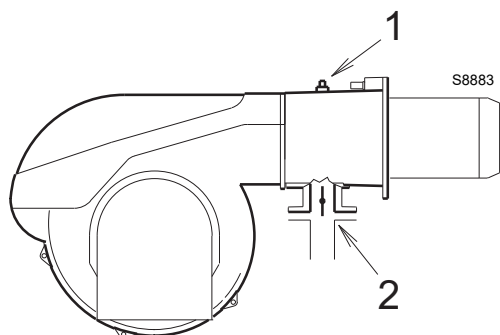

Рис. 27
Давление газа, измеренное на штуцере 1) (Рис. 27), с:
- Отнимите от давления газа на штуцере 1)(Рис. 27) давление в камере сгорания.
$$\begin{aligned} \text{Давление газа на штуцере 1) (Рис. 27)} &= 30 \text{ мбара} \\ \text{Давление в камере сгорания} &= 3 \text{ мбара} \\ 30 - 3 &= 27 \text{ мбара} \end{aligned}$$
Чтобы узнать давление газа, необходимое на штуцере 1)(Рис. 27), определив максимальную мощность работы горелки, выполните следующее:
Посмотрите справа давление на штуцере 1)(Рис. 27).
необходимое давление на штуцере 1)(Рис. 27).